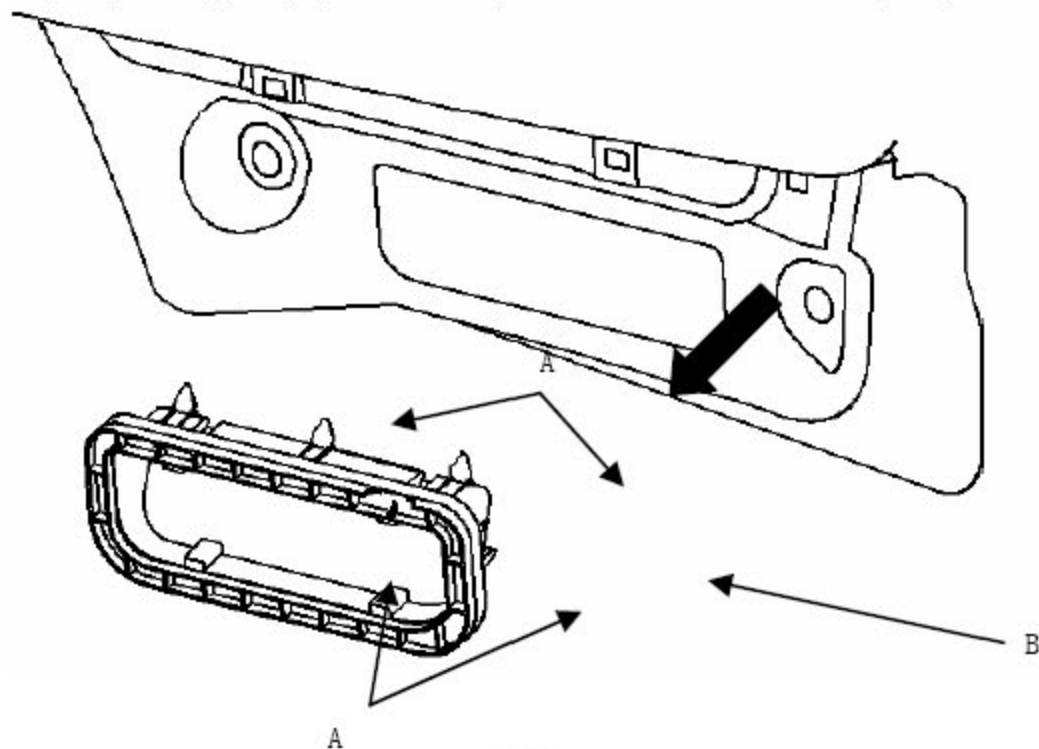

图 1
1). 按图 1 所示依下列顺序拆卸行李箱内饰件。
(见图 1)